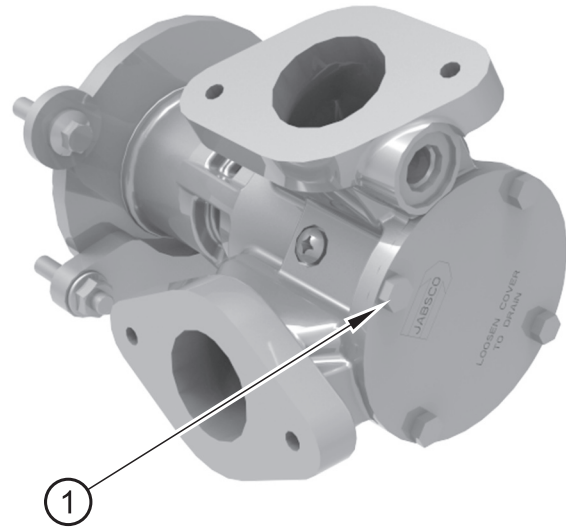

Figura 9
2. Suelte los cuatro pernos (figura 9, elemento 1) que sujetan la placa del extremo de la bomba de agua auxiliar y quite la placa. Al retirar la placa del extremo de la bomba de agua auxiliar, saldrá un poco de agua de la bomba.